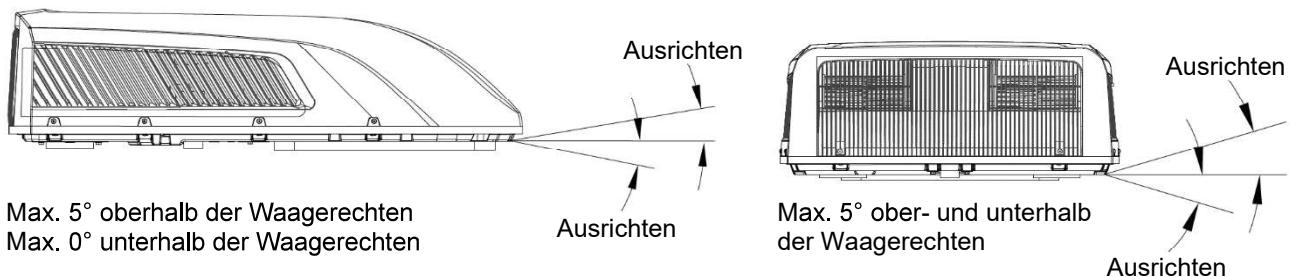

Abb. 2
- Die Installationsfläche für die Außen-Dacheinheit muss in beiden Richtungen waagerecht ausgerichtet sein, wenn der Wagen auf waagerechter Oberfläche steht. In Abb. 2 sind die maximal zulässigen Montageabweichungen von der Horizontalen angegeben.